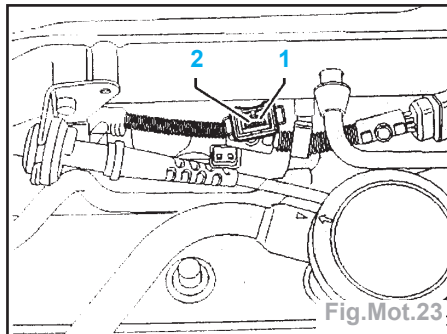

Fig.Mot.23
- Contrôler, en fonction du schéma de parcours du courant, si les câbles ne présentent pas de coupures entre le boîtier de contrôle et la connexion à fiche (Fig.Mot.23) :